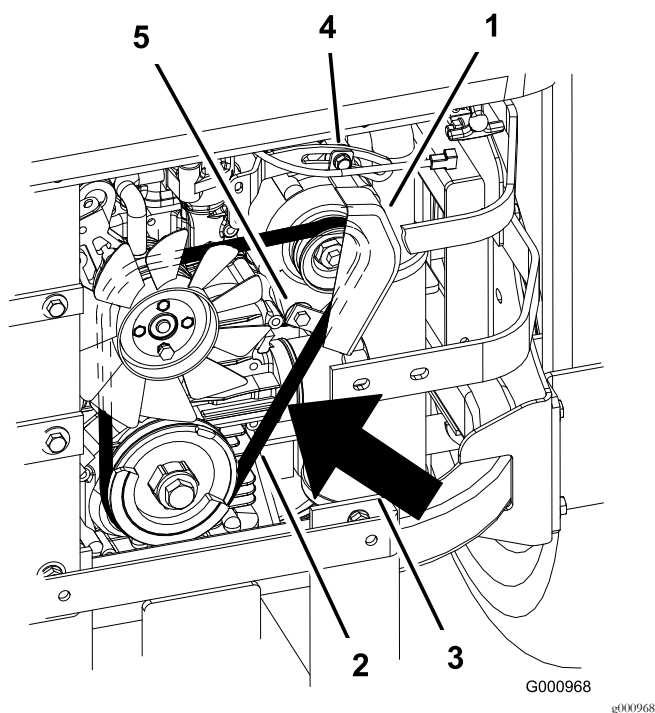

Figure 73
- Desserrez le boulon inférieur et retirez le boulon de fixation supérieur de l'alternateur et du couvercle (Figure 73).
- Installez une courroie neuve autour des poulies et de l'alternateur (Figure 73).
14. Serrez le boulon inférieur et vissez le boulon de fixation supérieur de l'alternateur et du couvercle (Figure 73).
2. Réglez l'alternateur vers l'extérieur jusqu'à ce que la courroie présente une flèche de 7 à 9 mm ($\frac{1}{4}$ à $\frac{11}{32}$ po) quand une force de 10 kgf est exercée entre les poulies du moteur et de l'alternateur (Figure 73).
5. Si la flèche est correcte, serrez les boulons inférieur et supérieur (Figure 73).